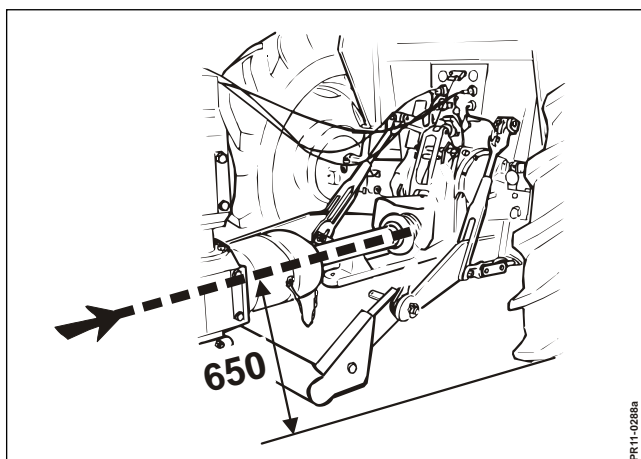

Fig. 2-1
**Fig. 2-1** Relier la machine GMS aux bras inférieurs du tracteur. Les axes sont de catégorie II. Des bagues peuvent être fournies pour l'adaptation en catégorie III.